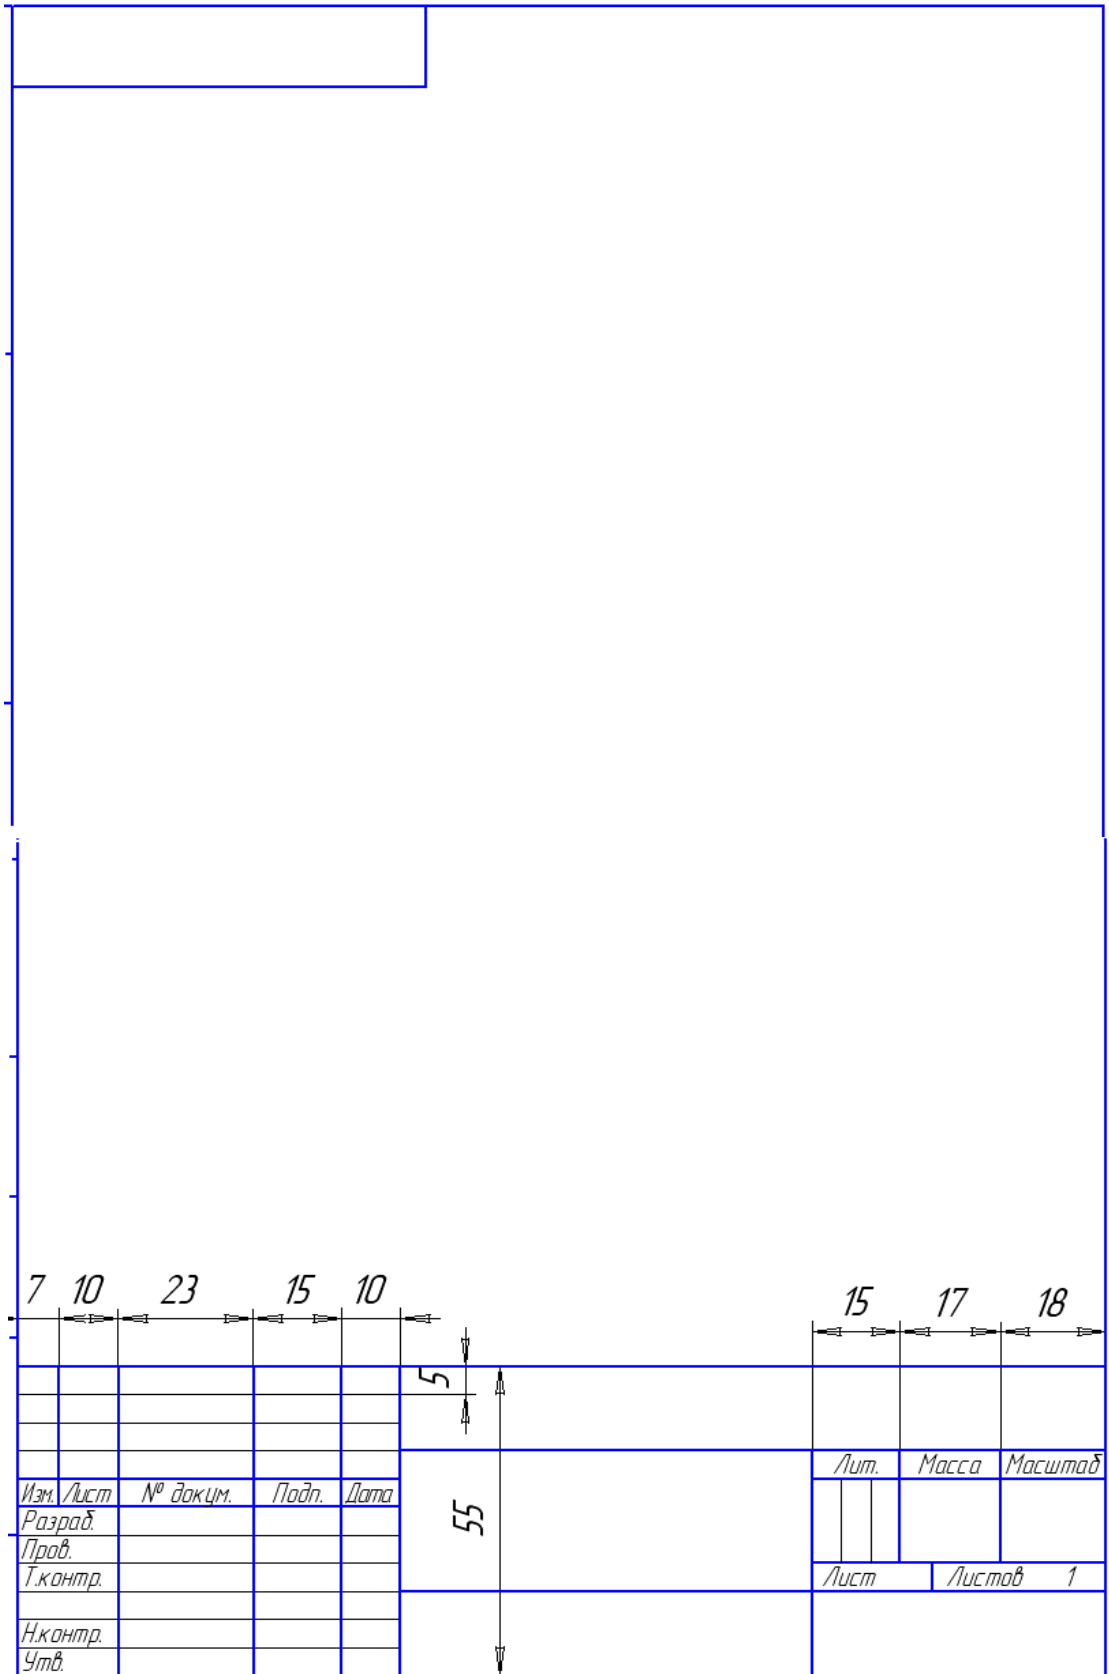

Рис.2
6. Выполнить новый шаблон чертежа (см.рис.2)
Удалить рамку и основную надпись. Выполнить рамку и основную надпись согласно рис. 2